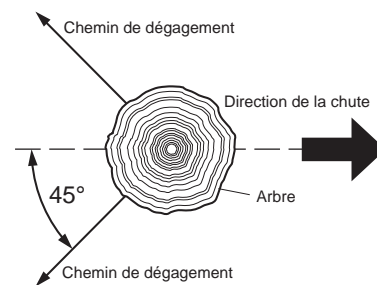

Figure 13 - Chemin de dégagement pour s'éloigner de l'arbre
3. Avant d'abattre un arbre, prévoir un chemin de dégagement et le dégager. Le prévoir à l'opposé de la direction de chute de l'arbre et à un angle de 45°. (voir la Figure 13)